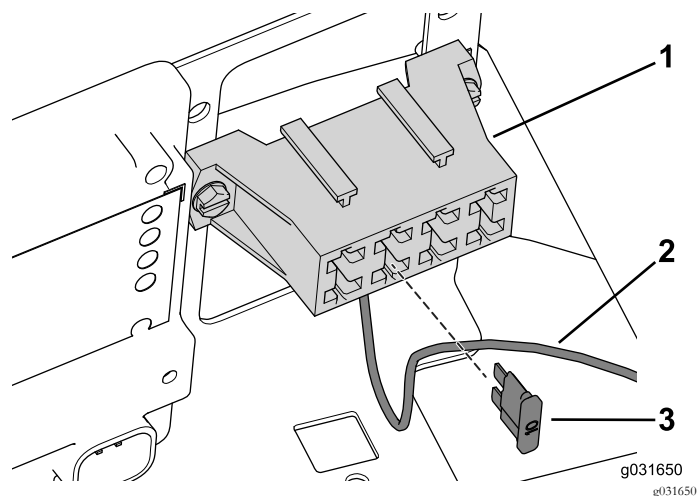

図 46
- ヒューズブロックの空いているリード線に、キャブの電源線を接続する 図 46。
- 電源線に付属の10 Aヒューズを取り付ける 図 46。